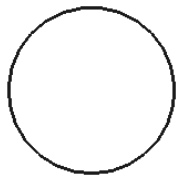

图 5.3.4 绘制圆
Step3. 绘制草图（一）。选择下拉菜单 **工具(T)** → **草图绘制实体(E)** → **圆(C)** 命令，绘制图 5.3.4 所示的圆，单击  按钮，然后在空白处单击结束圆的绘制。